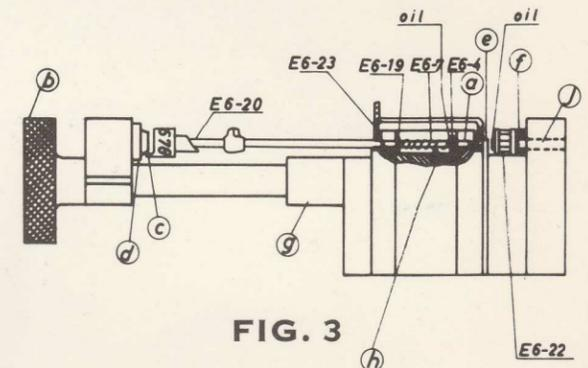

FIG. 3
Zuerst Federbüchse E6-4, Feder E6-7 und 2,5 mm. Scheibe E6-19 auf Hilfsachse (a) montieren. Danach (a) im Hilfswerkzeug E6/R anbringen (siehe Fig. 3). Federbüchse E6-4 mit einem Tropfen Oel schmieren. Das Resultatwerkchassis E6-23 in E6/R anbringen; das letztere ist mit Leiteinschnitten für die übrigen Zahnradachsen versehen.
Mit dem Handrad (b) ist E6/R so weit zu öffnen, dass die Zahnradachse montiert werden kann. Wie in Fig. 3 angegeben, ist die Zahnradachse ein wenig in das Resultatwerkchassis einzuführen, und zwar so, dass der Leitzipfel (c) nach unten gekehrt ist.
- 2) Die Druckfeder E6-7 vor der Zahradachse. Mit dem Gewicht E6/R2 wird die Federkraft der Zahradachse untersucht. Zu geringe Federkraft kann durch Verschieben der Federbüchse um ca. 5 mm näher zum Zahhrad berechtigt werden. Achten Sie darauf keine Spuren auf der Zahradachse zu hinterlassen. Siehe Fig. 3.